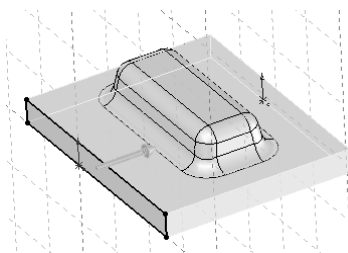

图 7-126 完全贯通切除
7) 执行“插入”→“切除”→“拉伸”菜单命令，或者单击“特征”工具栏中的“切除拉伸”按钮, 在弹出的“切除-拉伸”属性管理器中设置终止条件为“完全贯穿”，如图 7-126 所示，然后单击“确定”按钮.